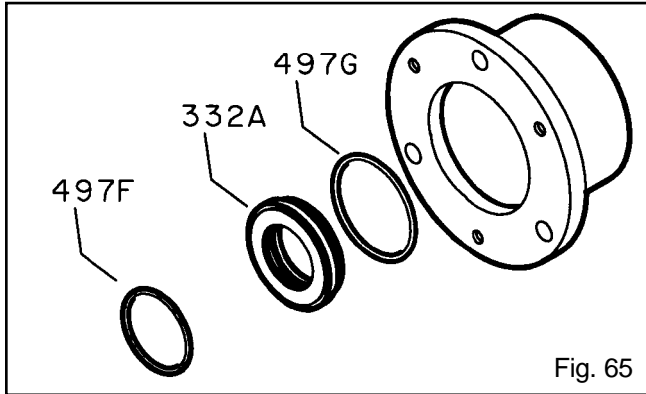

Fig. 65
7. Retire el sello de laberinto exterior (332A) de la caja de los cojinetes (134). Quite los anillos en O (497F), (497G) si es necesario (Fig. 65).